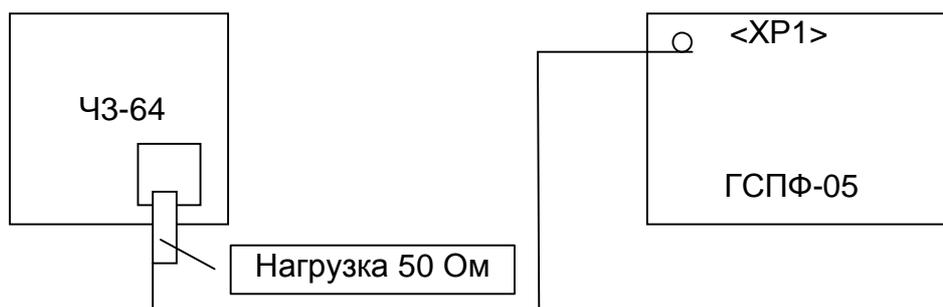

Рис. 7. 3
7.5.3.2.1 Собирается измерительная схема так, как показано на Рис. 7. 3.